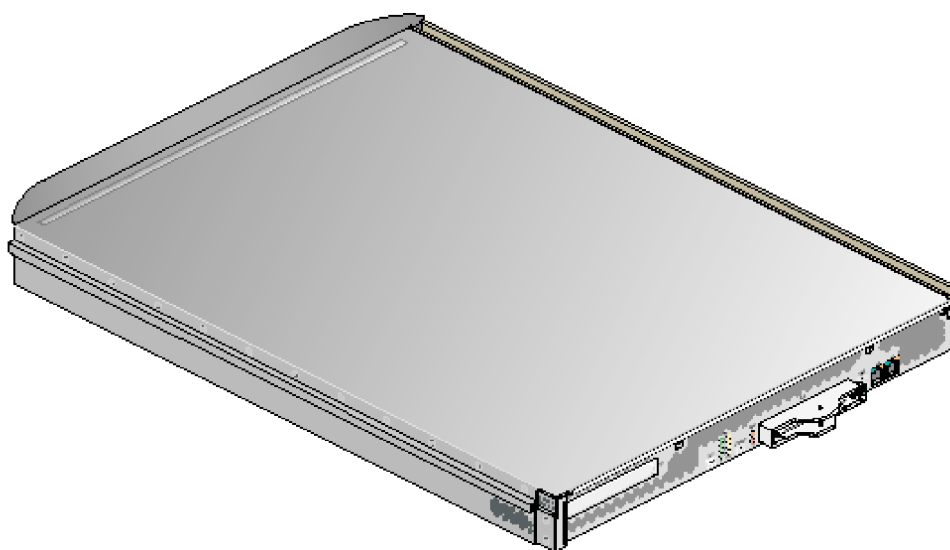

Figure 3-2 **Vue arrière du module de calcul de base**
- Le module de stockage SGI TP900 fournit une capacité de stockage supplémentaire pour le système. Reportez-vous à *SGI Total Figure 3-2 Performance 900 Storage System User's Guide* (007-4428-00x) pour obtenir de l'information sur ce module.
La figure 3-2 montre l'arrière et le panneau de côté de l'Altix 330.